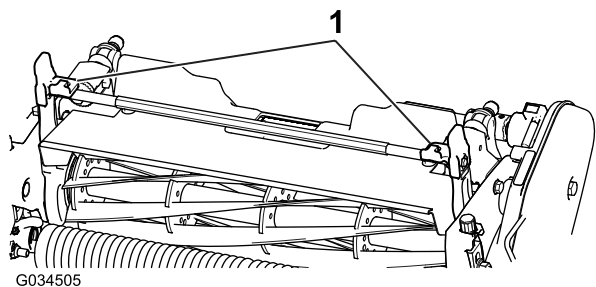
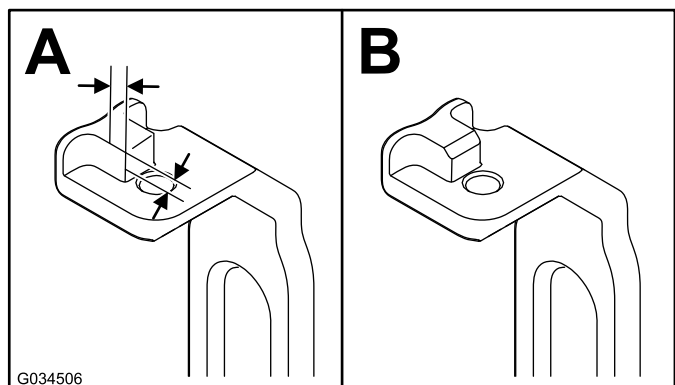

Figura 3
Figura 4
2. Em ambos os braços inclinados (Figura 3), meça 2,3 mm nas patilhas e amole o canto como se mostra na Figura 4.